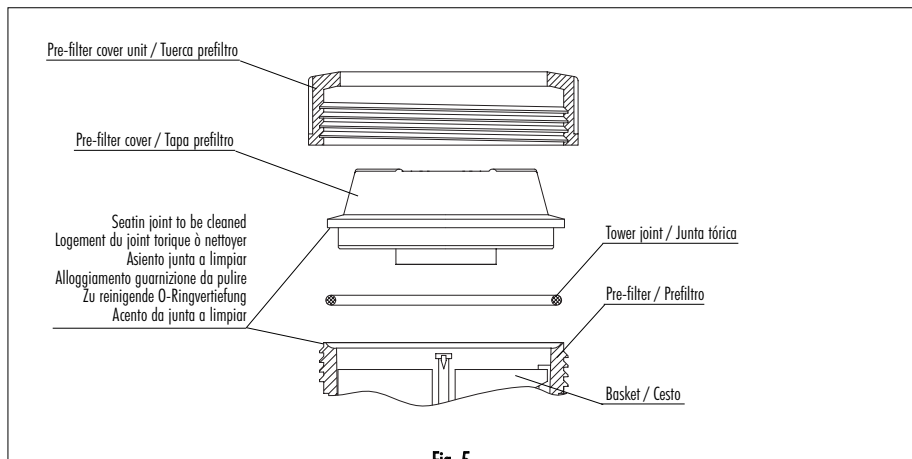

Fig. 5
1. Desmontar a tampa do pré-filtro desenroscando a porca de fixação (Fig. 5).
- Colocar a tampa do pré-filtro e enroscar para fechar sem esquecer de colocar a junta na respectiva posição (Fig.5).
- Sempre que o pré-filtro for aberto, limpar as impurezas do assento da junta e da própria junta, para garantir a estanqueidade no fecho da tampa (Fig. 5).